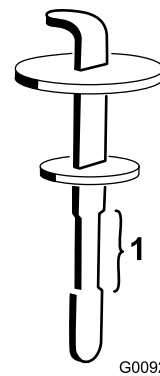

**Figure 99**
2. Du côté droit de la machine, soulevez le couvercle d'accès pour exposer le bouchon du réservoir hydraulique (Figure 99).
3. Nettoyez la surface autour du goulot et du bouchon de remplissage du réservoir hydraulique (Figure 99).